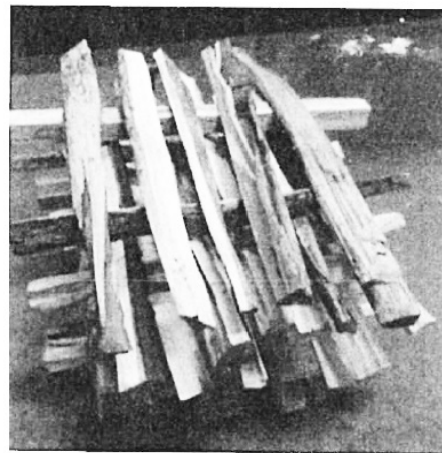

Figure 27. Modèle de croisement
1. Coupez et fendez des morceaux de bois d'allumage d'environ 16 po de long. La taille recommandée des morceaux est de 1/2 po - 3/4 po en section transversale. Le bois d'allumage doit être très sec et le poids total d'environ 4-1/2 livres s'il s'agit de bois feuillus. La figure 27 montre la disposition recommandée pour l'empilage des morceaux de bois d'allumage.